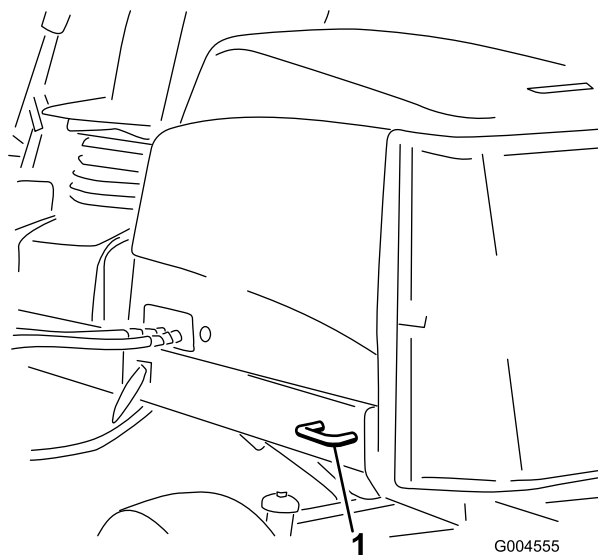

Figura 56
- **Parte posteriore della macchina** – Ogni lato della macchina sul telaio posteriore (**Figura 56**).